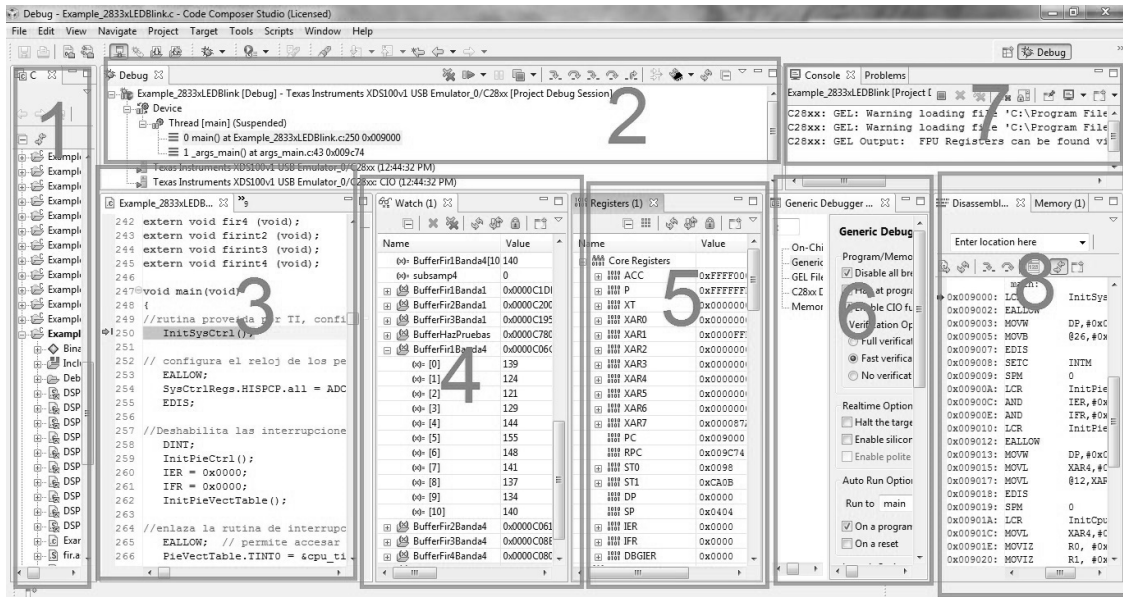

Figura 4.1: Ventanas de CCS.
La comunicación entre la tarjeta de evaluación y CCS se realiza mediante el módulo emulador XDS100, el cual provee acceso JTAG al MCU desde un puerto USB en la PC. Dicha comunicación puede mantener acceso en tiempo real a la memoria y los registros de control, además de permitir la contabilización de ciclos de reloj entre dos segmentos de código, graficar segmentos de memoria, visualizar el *desensamble* del código, entre otras funciones. En la figura 4.1 se muestran las principales ventanas que conforman el programa.
3. **Ventana de edición:** es la ventana donde se tiene acceso a los archivos del proyecto. En la figura 4.1 se muestra un programa en lenguaje C.